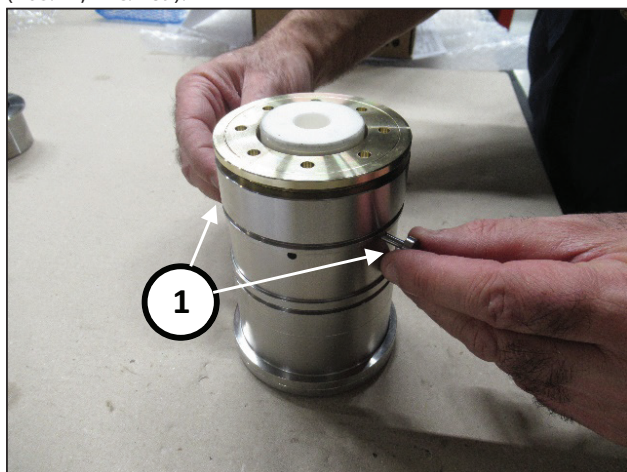
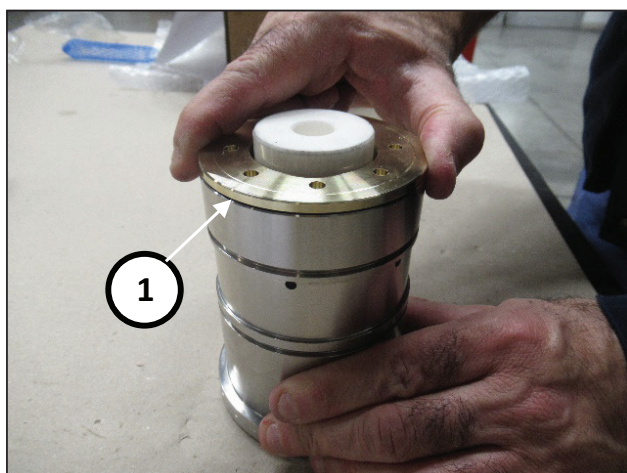

Рис. 188
Рис. 189
Снимите штифты инструмента арт. 27945400 (поз. ①, Рис. 188), и завершите заворачивание опоры уплотнения (поз. ①, Рис. 189).